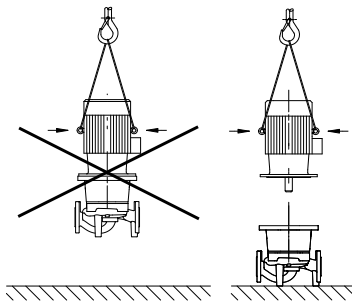

Fig. 7: transporte del motor
- Las argollas de transporte del motor sirven sólo para el transporte del motor, no para el transporte de toda la bomba (Fig. 7).